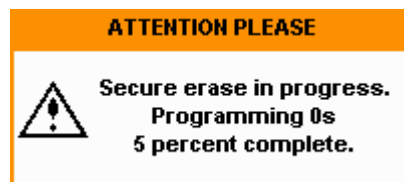

図 10-4 安全な消去のステータス・ポップアップ
6. 図 10-4 のようなポップアップが表示され、手順の状態を示します。